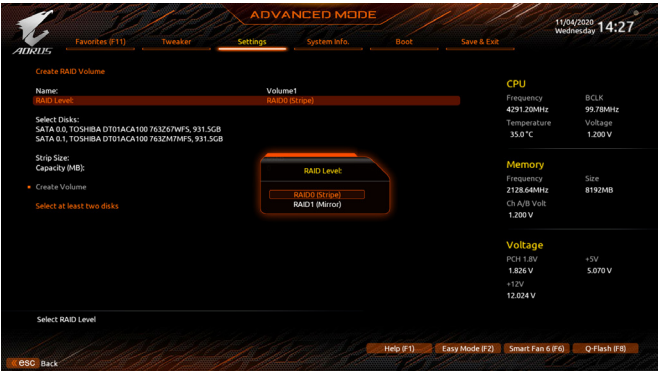

图3
在「Intel(R) Rapid Storage Technology」画面时，请在「Create RAID Volume」选项按<Enter>键，进入「Create RAID Volume」画面，首先在「Name」选项自定义磁盘阵列名称，字数最多可至16个字母但不能有特殊字符，设定好后按<Enter>键。接着使用下键移动至「RAID Level」选项选择要制作的RAID模式(图3)。RAID模式选项有：RAID 0、RAID 1、RAID 10及RAID 5(可选择的RAID模式会依据所安装的硬盘总数而定)。选择好RAID模式后，再按下键移动至「Select Disks」选项。